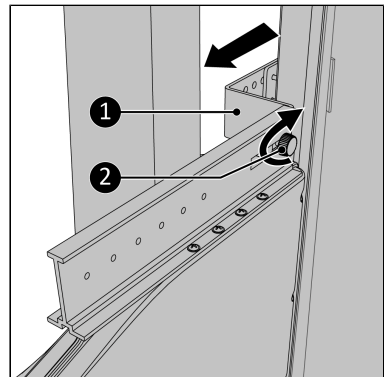

Abbildung 142.
9. Ziehen Sie die Halterung so weit wie möglich zu sich heran (Abbildung 142, Pos. 1) sodass diese richtig klemmt.
10. Ziehen Sie die Schraubkappe (Abbildung 142, Pos. 2) fest.